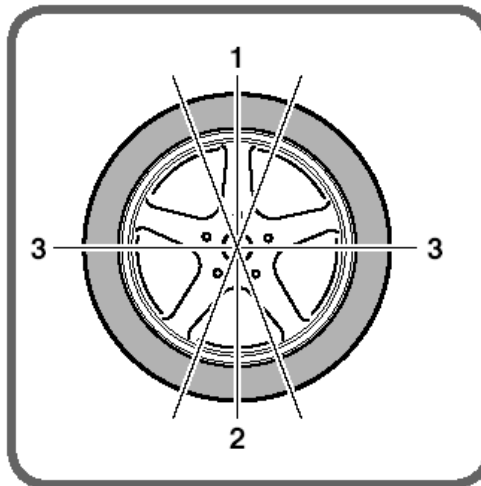

Рис. 24 Регулировка положения грузов
9. Если дисбаланс в 5-10 гр. все еще имеет место, продолжать, сверившись с рис. 24.